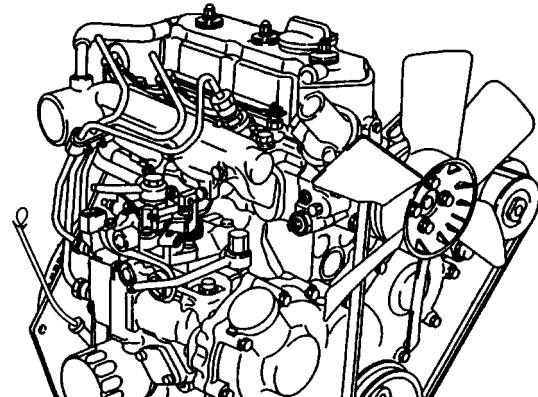

図16
2. ディップスティック（図16）を抜き、ウェスで拭ってしっかりと差し込み、もう一度引き抜いてオイルの量を点検する。不足している場合には、オイル補給口のキャップを取り、所定のオイルをゆっくりと補給する。ディップスティックのFull位置を超えないように注意する。